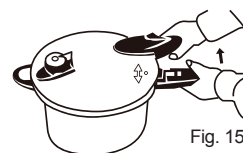

Fig. 15
- Rodar a pega superior no sentido contrário ao dos ponteiros do relógio (fig. 15)